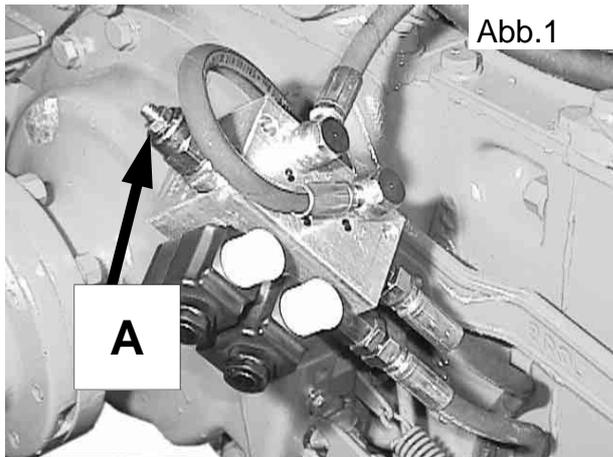

Abb.1
- Die Mutter A von Abb. 1 lockern (siehe folgende Seite),
In Abb. 1 ist die Magnetventilgruppe dargestellt, die das Einschalten des Allradantriebs und der hinteren Differentialsperre steuert (Teil 3 des hydraulischen Schaltplans auf der vorherigen Seite).
Mit dem Überdruckventil, das in der Abb. 1 mit dem Buchstaben A gekennzeichnet ist, wird der Druck eingestellt, der zum Zuschalten des Allradantriebs und der Differentialsperre verwendet wird.